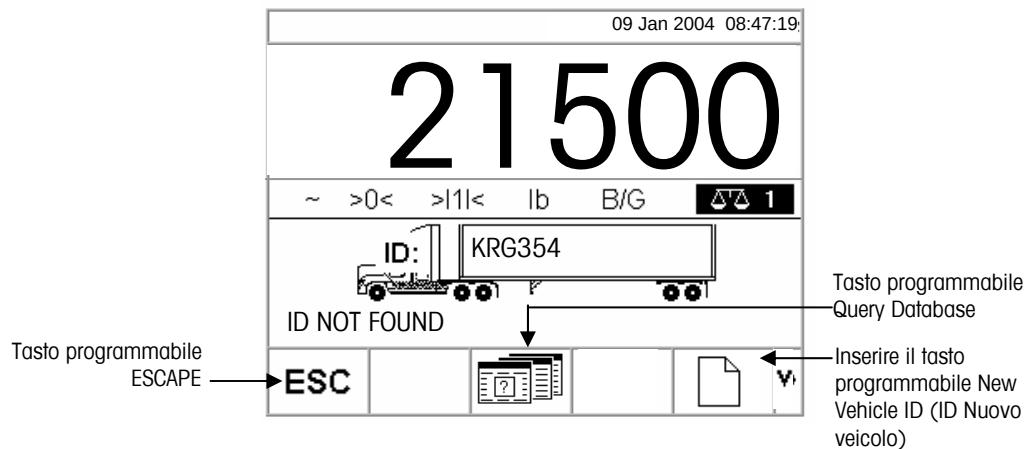

Figura 2-8: Schermata di pesa predefinita
Se l'ID del veicolo non si trova, il visualizzatore indica ID NOT FOUND (ID NON TROVATO) (vedere la Figura 2-8).
- **Uscire dalla ricerca**—Premere il programmabile ESCAPE (vedere la Figura 2-8) per ritornare alla schermata principale di pesa predefinita.
- **Inserire l'ID Nuovo veicolo**—Premere il tasto programmabile ID Nuovo veicolo (vedere la Figura 2-8) per inserire un nuovo ID nella tabella ID (vedere la sezione Nuovo veicolo).
- Cercare l'ID del veicolo—Premere il tasto programmabile DATABASE QUERY (QUERY DATABASE) (vedere la Figura 2-8) per cercare l'ID del veicolo nella tavola ID veicolo. Una volta individuato l'ID corretto, continuare con il processo di uscita (vedere Processo di uscita).